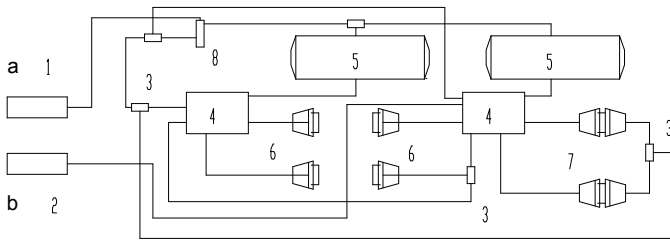

图 5-9
1、气制动总成（图 5-9）（以三桥气路为例，不含 ABS）